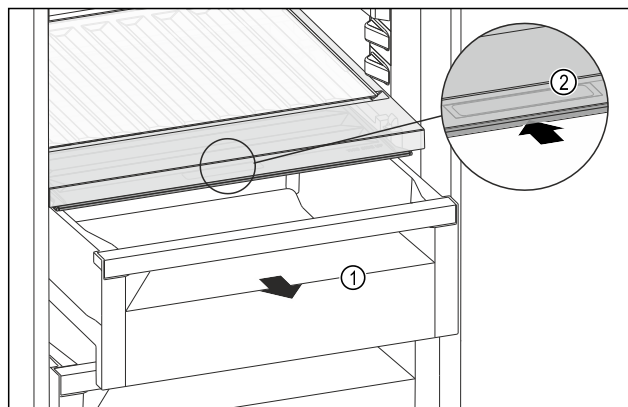

Fig. 149
- Tërhiqni jashtë sirtarin Fig. 149 (1).
- Kapni dorezën e futur Fig. 149 (2) në kapakun e ndarjes dhe në të njëjtën kohë shtyni për prapa kapakun e ndarjes.